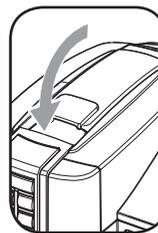

Рис.3
- 4- Опустить рычаг, чтобы закрыть отсек для капсул (рис.3).